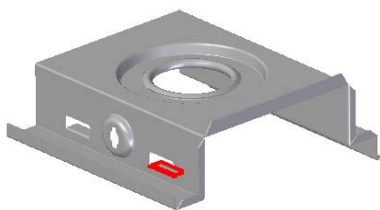
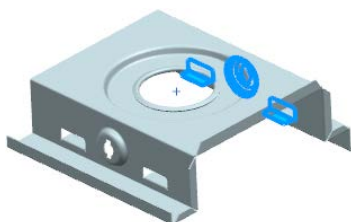

图 8.10.49 镜像特征 3
图 8.10.50 镜像特征 4
Step22. 创建图 8.10.49 所示的镜像特征 3。
(1) 选取要镜像的特征。选取 Step20 和 Step21 所创建的特征为镜像源。
(2) 选择命令。单击“主页”功能选项卡“阵列”工具栏中的  镜像 按钮。
(3) 定义镜像平面。选取前视图 (XZ) 平面为镜像平面。
(4) 单击 **完成** 按钮，完成特征的创建。
Step23. 创建图 8.10.50 所示的镜像特征 4。
(1) 选取要镜像的特征。选取 Step16~Step22 所创建的特征为镜像源。
(3) 定义镜像平面。选取右视图 (YZ) 平面为镜像平面。